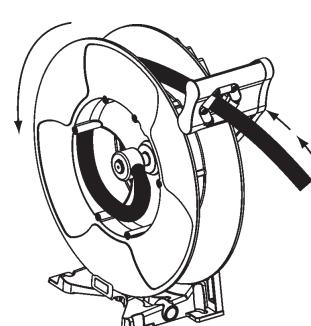

Fig. 14
- Tirer doucement sur le flexible pour le libérer du cliquet et accompagner jusqu'à ce qu'il soit complètement rembobiné (fig. 14).